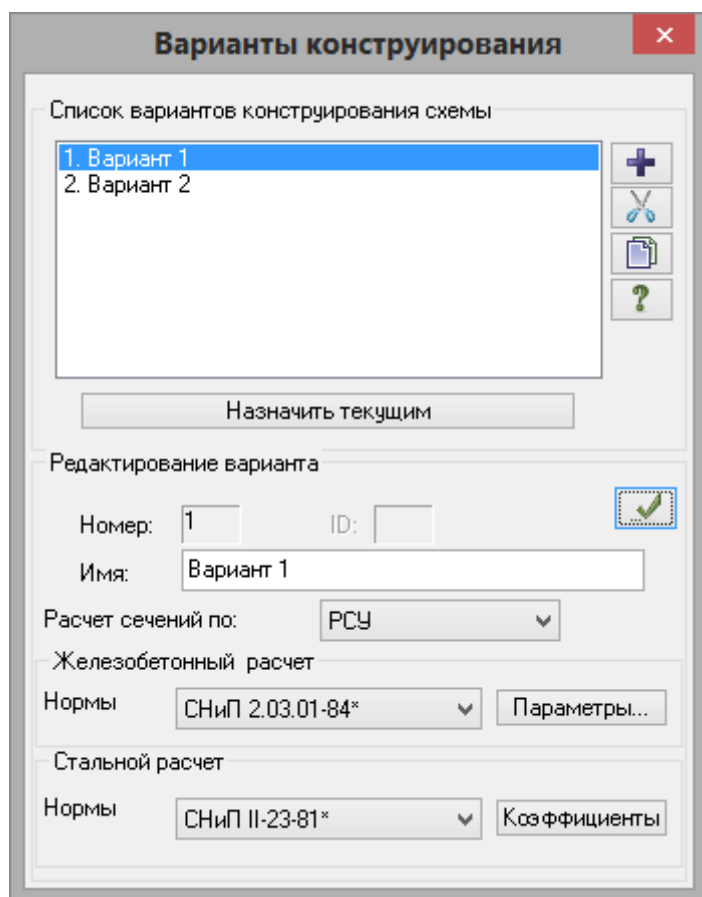

Рис.4.8. Диалоговое окно **Варианты конструирования**
- Вызовите диалоговое окно **Варианты конструирования** (рис.4.8) щелчком по кнопке  – **Варианты конструирования** (панель **Конструирование** на вкладке **Создание и редактирование**).
окно **Варианты конструирования** (рис.4.8), в котором нужно задать все необходимые параметры для нового варианта конструирования.